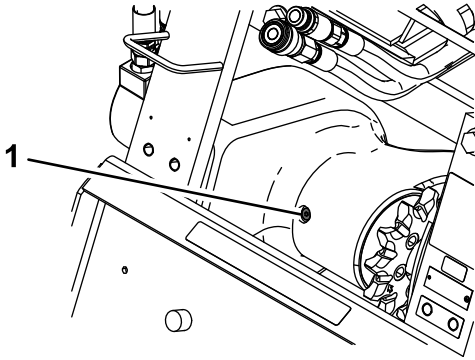

图 13
4. 清洁轴承箱上注油孔塞周围的区域图 13。
5. 从注油孔上取下孔塞图 13。
3. 清洁轴承箱上注油孔塞周围的区域图 13。
4. 从注油孔上取下孔塞图 13。